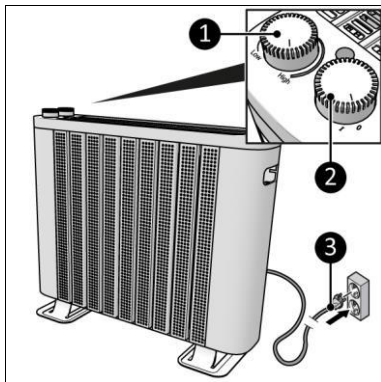

Figure 5
4. Assurez-vous que le bouton ON/OFF est en position OFF (Figure 5, pos. 2).
5. Insérez la fiche d'alimentation (Figure 5, pos. 3) dans une prise de courant mise à la terre et facilement accessible. Utilisez une prise murale avec mise à la terre d'une puissance minimale de 1000 watts.
1. Assurez-vous que le bouton ON/OFF est en position OFF (Figure 5, pos. 2).